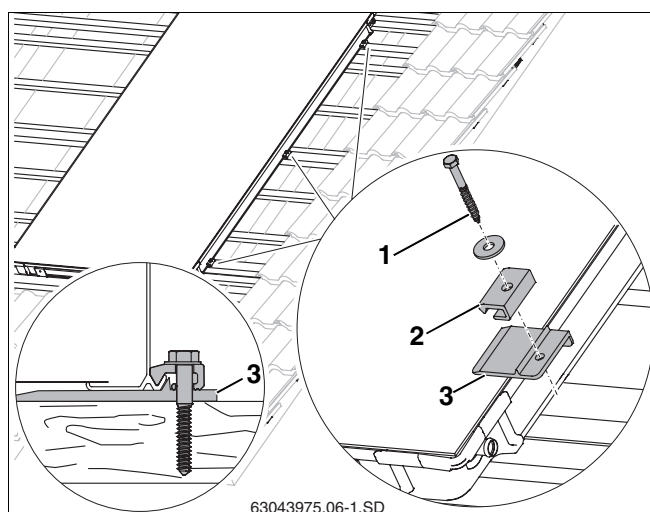

Fig. 23 Colocar o primeiro colector e aparafusá-lo
- ▶ Levantar ligeiramente o colector e empurrar as placas de calço direitas (fig. 23, **item 3**) nas 2ª e 3ª ripas adicionais, bem como no centro do colector sobre uma ripa existente, para baixo do colector, até que a elevação bata contra o bordo do colector.
- ▶ Para o parafuso (fig. 23, **item 1**) é necessário efectuar um furo prévio com uma broca de 4 mm.
- ▶ Fixar os grampos de fixação unilaterais (fig. 23, **item 2**) com parafuso 6×40 (fig. 23, **item 1**) e anilha (utilizar uma chave SW 10).